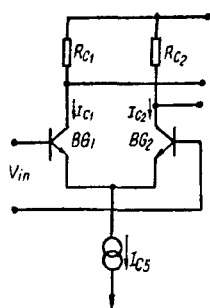

图6 输入级电路
1. 输入级 由  $BG_1$  和  $BG_2$  构成的差分输入级其电原理图如图6所示。它是一个恒流偏置(即“长尾”对式差分电路)的典型差分放大器。通过适当地选取  $BG_1$ 、 $BG_2$  晶体管的物理和几何参数,可以使它们保持匹配,即二管的前向压降、电流放大系数、反向漏电流等参数基本上一致,并具有良好的温度跟随,以使电路的失调电压、